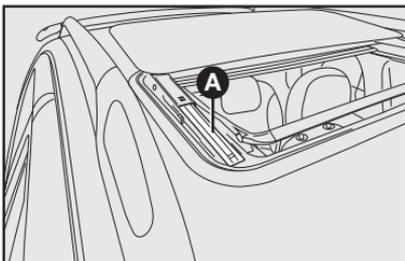

fig. 95
**Após a limpeza é necessário lubrificar moderadamente os elementos de deslizamento A—fig. 95 do mecanismo com vaselina sólida. Em caso de dificuldades, dirigir-se à Rede Assistencial Fiat.**